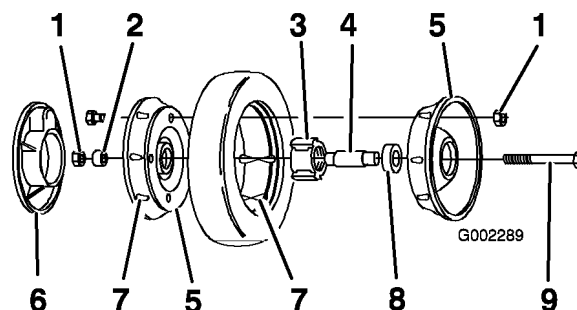

Bild 29
3. Entfernen Sie die Schraube, das Distanzstück im Rad und die Sicherungsmutter, mit denen das Rad am Gelenkarm befestigt ist (Bild 29).
4. Nehmen Sie die Radhälften vom Reifen ab, indem Sie vier Kopfschrauben und vier Sicherungsmuttern entfernen (Bild 29).
Hinweis: Wenn Sie die Lager aus dem Lager/Nabe-Gruppe entfernen, drücken Sie auf das Lagerdistanzstück (Bild 29).
1. Positionieren Sie den Reifen auf einer Radhälfte und fluchten Sie die Ansätze miteinander aus (Bild 29).
2. Positionieren Sie das Lager bzw. die Nabe in das zentrale Loch der Radhälfte. Stellen Sie sicher, dass die Beine der Nabe über dem Flansch des Lochs positioniert sind (Bild 29).
3. Legen Sie die andere Radhälfte über das Lager bzw. die Nabe und fluchten Sie das Rad und die Reifenansätze mit den Befestigungslöchern aus (Bild 29).
4. Montieren Sie die beiden Radhälften locker mit zwei 1/4-20 x 1,50 Zoll Gewindeschrauben und einfachen Muttern. Setzen Sie die Schrauben in die gegenüberliegenden Löcher ein (Bild 29).
5. Prüfen Sie, ob alle Teile gefluchtet sind und ziehen Sie die Schrauben abwechselnd von Seite zu Seite fest, bis die beiden Radhälften gleichmäßig zusammengezogen werden (Bild 29).
6. Setzen Sie die zwei Schrauben und Sicherungsmuttern, die Sie vorher entfernt haben, in die restlichen Löcher der Radhälften ein und ziehen diese fest. Nehmen Sie die zwei langen Schrauben ab und ersetzen Sie diese mit den zwei Schrauben und Sicherungsmuttern (Bild 29).
7. Montieren Sie das Rad mit Hilfe der Schrauben, einem Distanzstück und einer Sicherungsmutter am Gelenkarm. Stellen Sie sicher, dass sich das Distanzstück zwischen der Radnabe und dem Gelenkarm befindet (Bild 29).